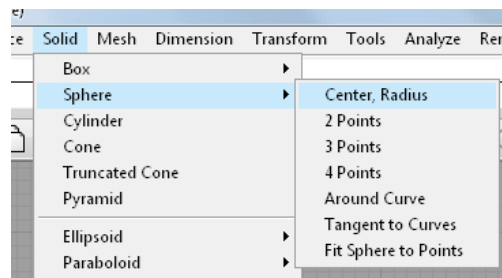

Figura 5.1 Selección de comandos
2.- En el menú “Solid”, abrir la opción “Sphere” y seleccionar “Center, Radius”, como se muestra en la figura 5.1. Hacer dos esferas con el mismo procedimiento para que sean el cuerpo y la cabeza más o menos calculando que sean del tamaño de las que se muestran en la figura 5.2 en la vista frontal.